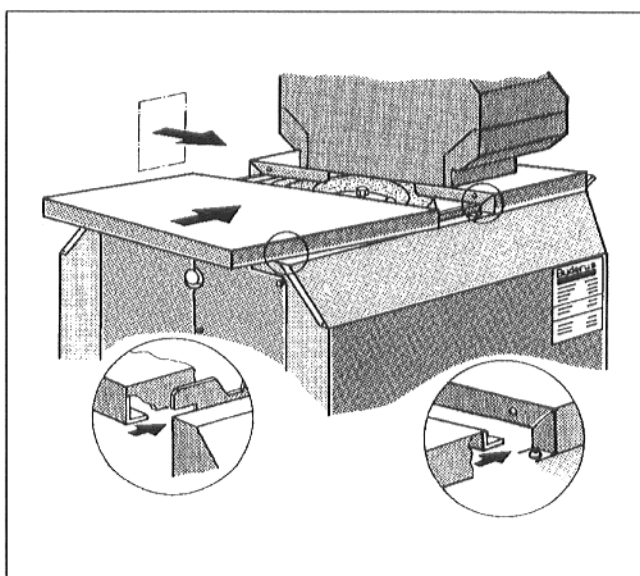

Fig. 30
- Posizionare la copertura posteriore della caldaia in alto sul pannello laterale di destra e sinistra e spingere la piegatura rivolta verso l'alto sotto la copertura anteriore della caldaia (Fig. 30).
- Spingere la piegatura posteriore a destra e a sinistra nella fessura del pannello laterale (Fig. 30).
- Cincollare la seconda targhetta dei dati nominali sul pannello laterale di destra o di sinistra, a seconda delle condizioni locali (Fig. 30).